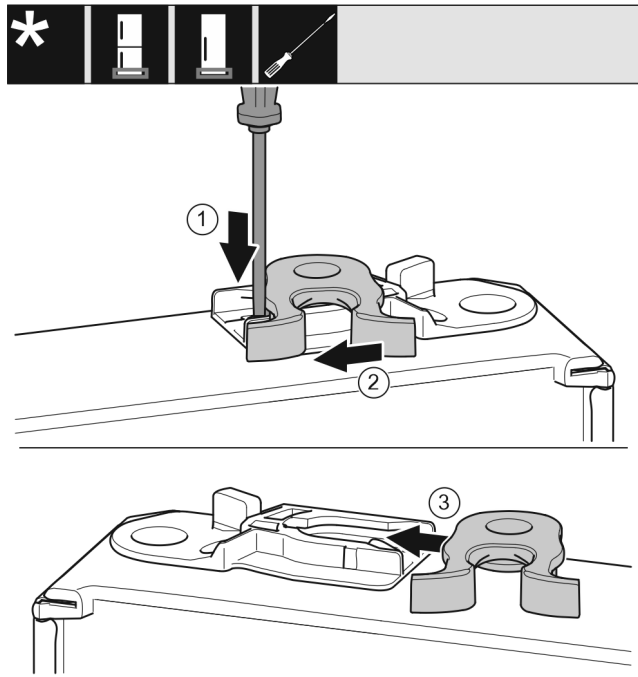

Fig. 19
- Прижмите накладку Fig. 19 (1) шлицевой отверткой вниз.
- Выведите запорный крючок Fig. 19 (2) из направляющей.
- Вставьте запорный крючок Fig. 19 (3) в направляющую с другой стороны.